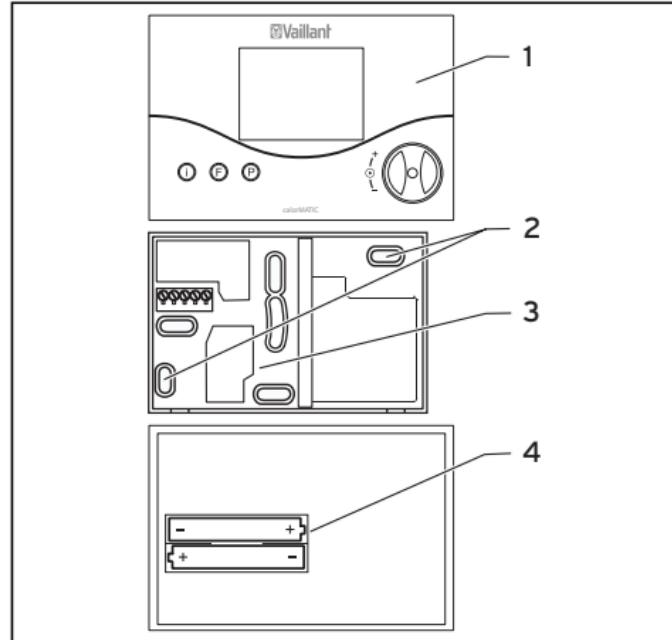

Fig. 9.3 Montering af rumtermostaten
- Træk rumtermostaten (1) af vægsoklen (3).
- Bor to fastgørelseshuller (2) med en diameter på 6 mm (i overensstemmelse med fig. 9.3), og sæt de vedlagte plugs i.
- Læg de vedlagte batterier i batteriholderen (fig. 9.3, pos. 4) på bagsiden af termostaten. Vær i den forbindelse opmærksom på den rigtige polaritet. Tilslut tilslutningskablet iht. kapitel 10.